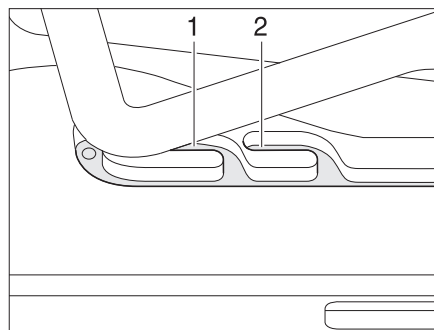
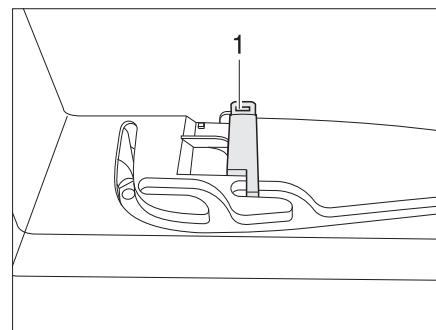

Bild 87 Heki-takluckan i ventilationsläge
Bild 88 Lås ventilationsläge
Heki-takluckan kan ställas i två ventilationslägen: Läget för dåligt väder (Bild 87,1) och mittläget (Bild 87,2). Beroende på modell kan takluckan låsas i mittläget med spärren (Bild 88,1).
- Tryck bygel lätt uppåt och skjut in den i det valda spåret (Bild 87,1 eller 2) och lås eventuellt.